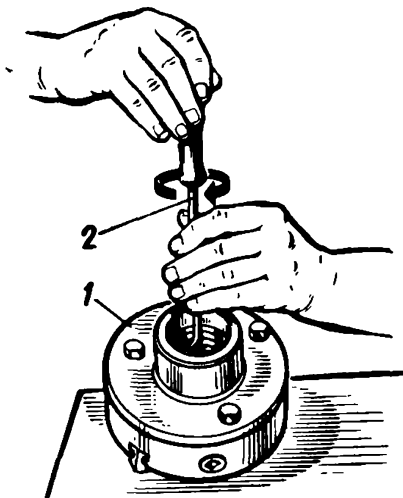

Рис. 6
3.3. Прочистить резьбу патрона: Положить патрон 1 (рис. 6) на деревянный щиток, взять специальный крючок-очиститель 2 правой рукой за ручку, а левой — за стержень. Медленно вращая крючок-очиститель по часовой стрелке, сделать несколько проходов по резьбе патрона, как показано на рис. 6.